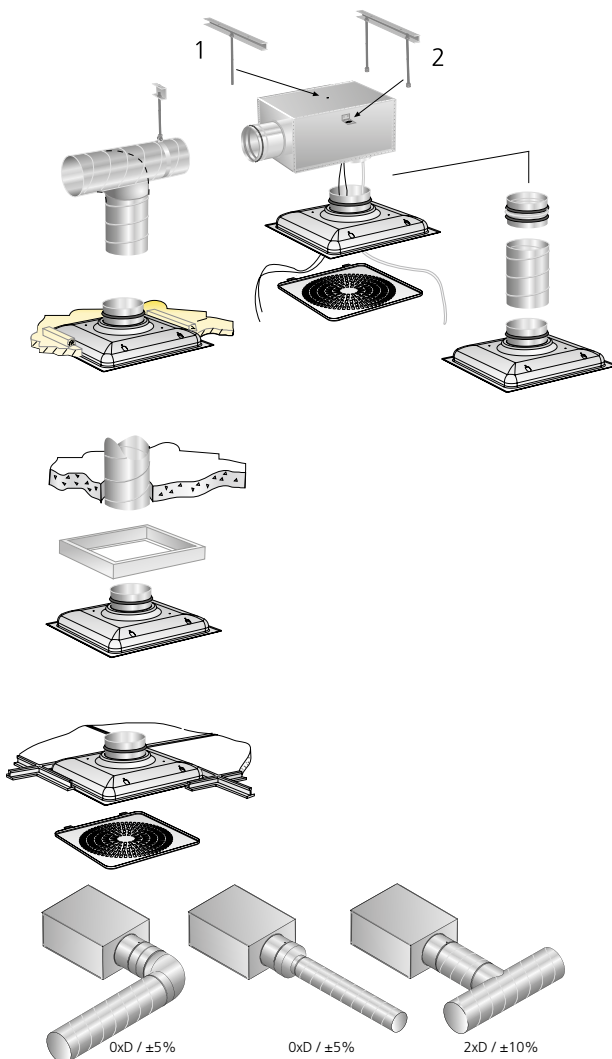

Abb. 3. Montagealternative für Anschlusskasten ALS.
- Der Abstand zwischen Anschlusskasten und Luftauslass kann mit gewöhnlichem rundem Spirokanal bis zu einer Länge von 500 mm verlängert werden, ohne dass Messschlauch und Klappenstellvorrichtung verlängert werden müssen, siehe Abbildung 3.
- Messgenauigkeit und Anforderungen an eine gerade Strecke vor dem Anschlusskasten, siehe Abb. 3.
- Abb. 3 zeigt einen Bogen, eine Durchmesserverjüngung und ein T-Stück.